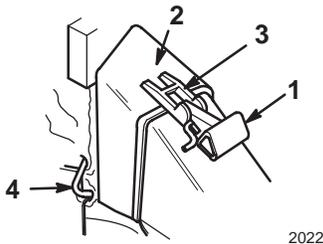

Figura 35
Nota: In Figura 35, il carter delle spazzole non viene illustrato per motivi di maggiore chiarezza.
3. Montate l'apertura del portello del sacco sull'apertura del tunnel di scarico come illustrato in Figura 35.